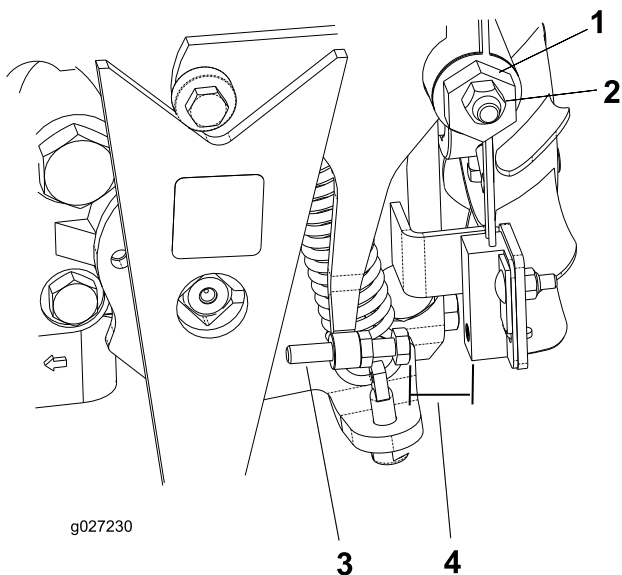

図 34
4. トラクション調整カムのロックナットをゆるめる  図 34。
- エンジンを始動し、カム図 34 を左右に回してニュートラル位置の中心に合わせる。
- ねじを回して、すき間を 0.82.3mm に調整する 図 34。